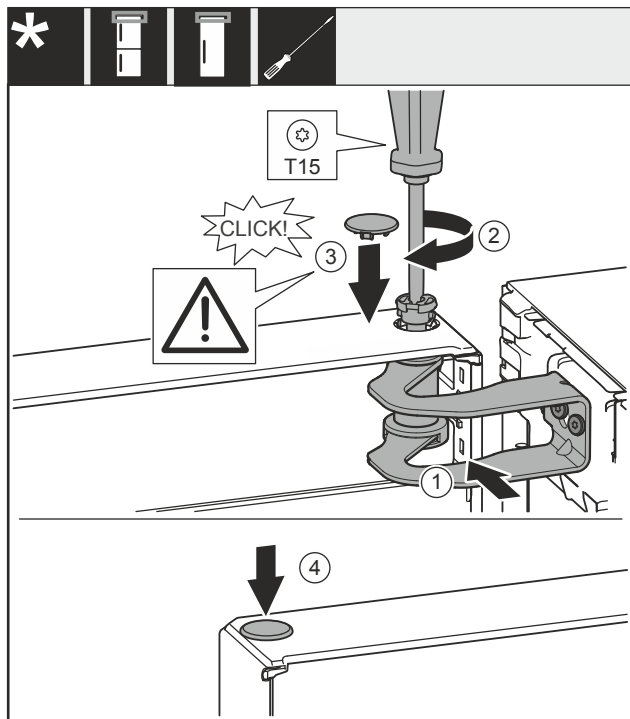

Fig. 24
- Wyrównać drzwi względem otworu w płytce zawiasu Fig. 24 (1).
- Założyć sworzeń Fig. 24 (2) i dokręcić śrubokrętem.
- Założyć osłonę Fig. 24 (3).
- Sprawdzić, czy osłona Fig. 24 (3) przylega do drzwi.
- Założyć osłonę Fig. 24 (4).